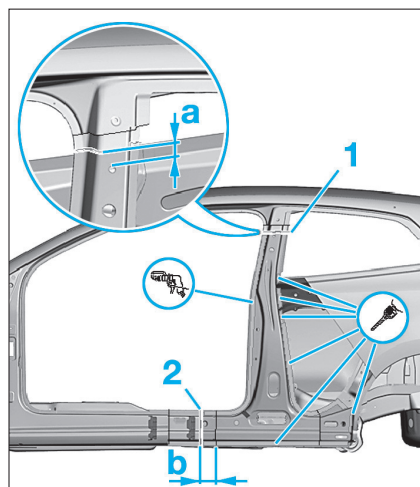

FIG. 58
En procédant au découpage selon les lignes (1) et (2), prendre garde de ne pas découper les zones de flasques qui se trouvent dessous (Fig.58).